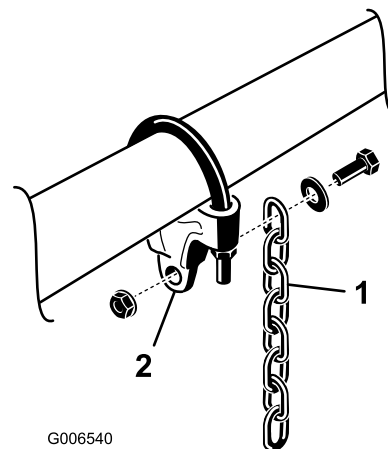

Figura 8
7. Montate una catena di sollevamento su ogni staffa servendovi di una vite, una rondella e un dado, posizionandole come illustrato nella Figura 8.